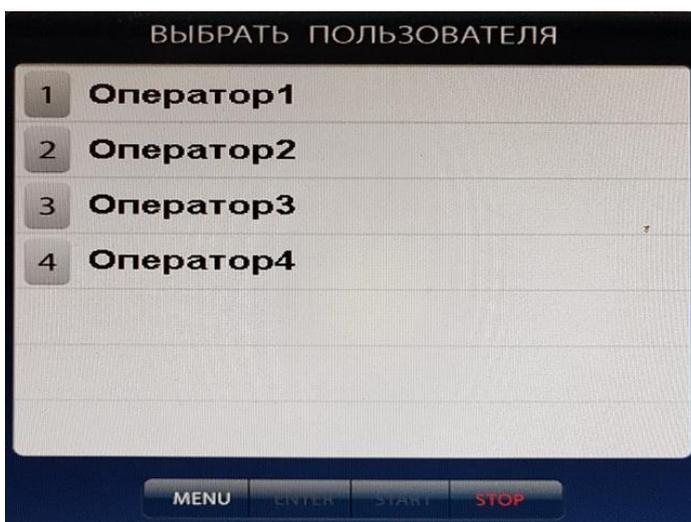
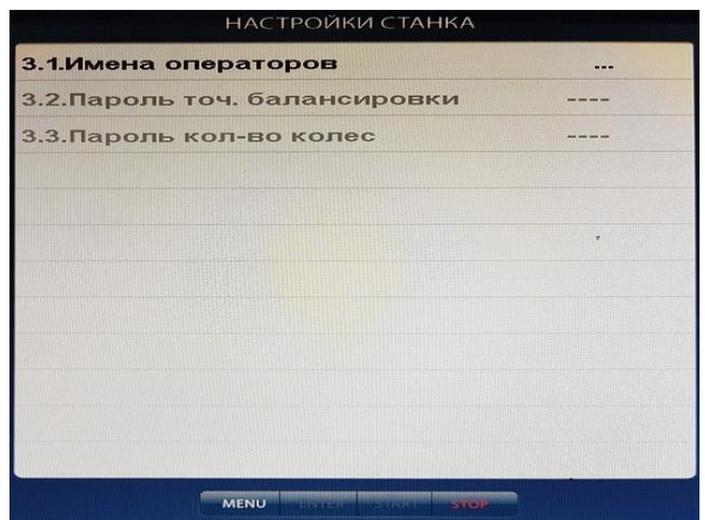

Рис. 15.3.
Рис. 15.2.
Выберите «Дополн. Настройки», нажав кнопку 2, на экране откроется окно «Настройки станка» (рис.15.2). Нажмите кнопку 1 «Имена операторов», на экране откроется окно «Выбрать пользователя» со списком операторов (рис.15.3).
15.2.1. Нажмите кнопку МЕНЮ. На экране появится окно МЕНЮ, нажмите кнопку 1 "Выбрать пользователя" на экране появится окно "Выбрать пользователя" со списком задействованных операторов рис.15.3.